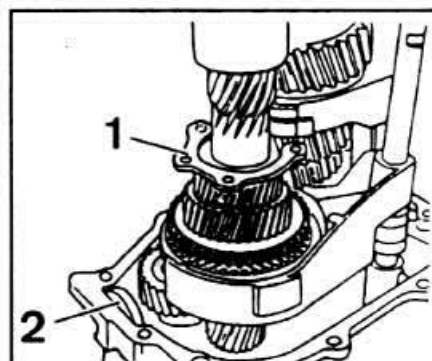

Рис. 6-4. Снятие фланца 1 и магнита 2
- Снять фланец 1 и магнит 2 (рис. 6-4).